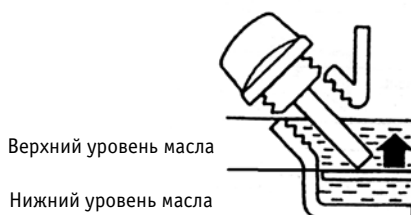

Рис. 9
3. Снимите крышку заливной горловины с масляным щупом. Если уровень низкий, медленно добавьте масло до уровня между верхним (H) и нижним уровнем масла (L) (рис. 9).